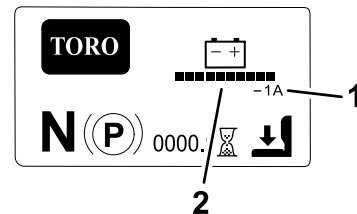

Figura 19
- **Ecran cu informaii principale (Figura 19):** afiează informaiile curente ale mainii în timp ce cheia se află în poziia PORNIT. Acest ecran afiează nivelul de încărcare a sistemului de baterii i amperajul.